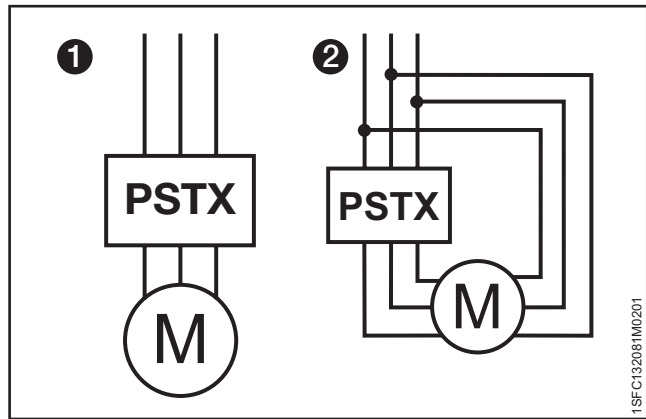
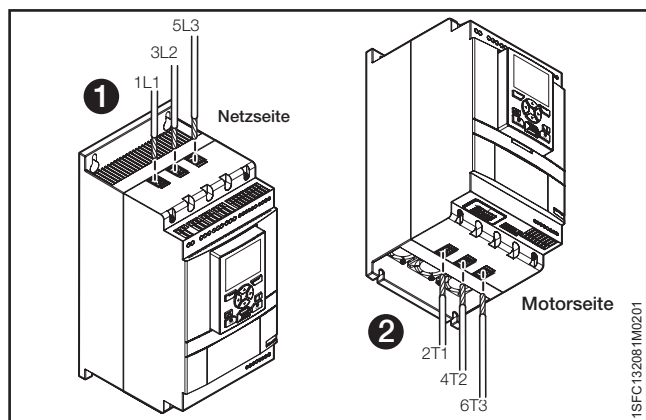
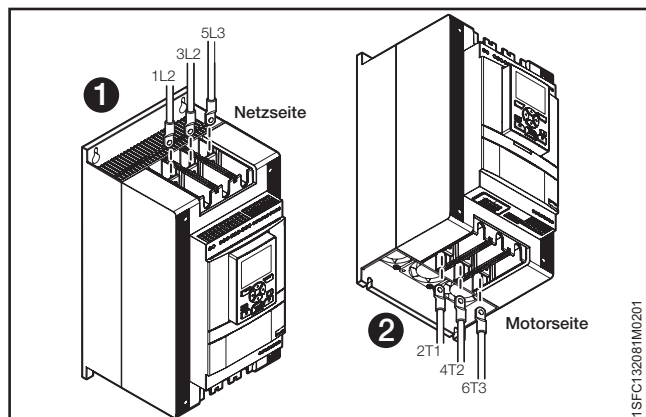

Abbildung 5.1
Abbildung 5.2
Abbildung 5.3
Softstarter PSTX30...PSTX1250 können in Reihe (siehe **1 Abbildung 5.1**) und in Wurzel-3-Schaltung (siehe **2 Abbildung 5.1**) angeschlossen werden. Verwenden Sie eine Drahtverbindung für PSTX30...105 (siehe **Abbildung 5.2**) und einen Klemmenanschluss für PSTX142...570 (siehe **Abbildung 5.3**).
- Verbinden Sie die Netzseite mit den Klemmen 1L1, 3L2, 5L3. Siehe **1** in **Abbildung 5.2** und **Abbildung 5.3**.
- Verbinden Sie den Motor mit den Klemmen 2T1, 4T2, 6T3 an der Motorseite. Siehe **2** in **Abbildung 5.2** und **Abbildung 5.3**.